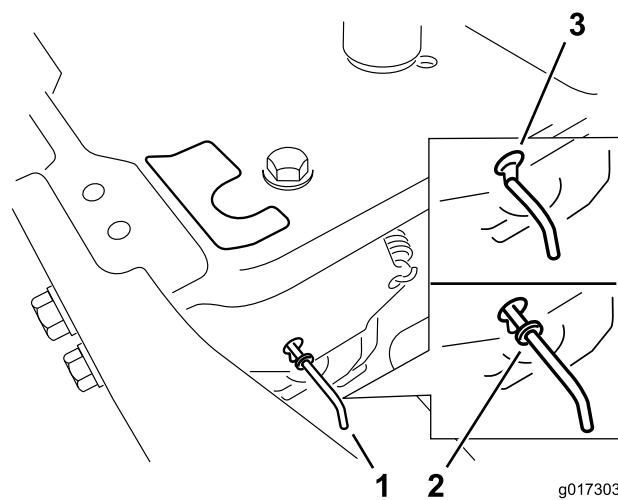

Figura 23
4. Mueva las palancas de desvío hacia adelante a través del orificio y hacia abajo para bloquearlas en esa posición, según se muestra en Figura 23. Asegúrese de hacer lo mismo con cada palanca.
Mueva las palancas de desvío hacia atrás a través del orificio y hacia abajo para bloquearlas en esa posición, según se muestra en la Figura 23. Asegúrese de hacer lo mismo con cada palanca.